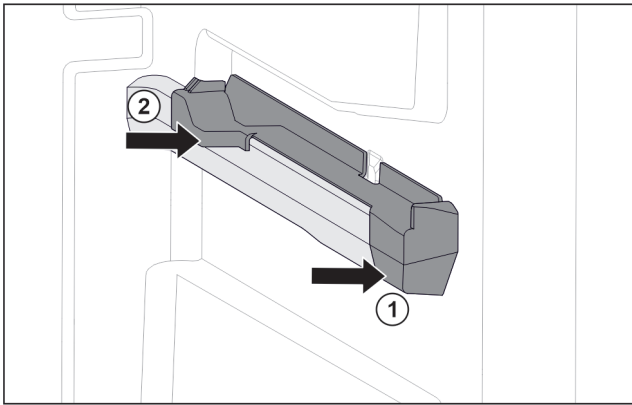

Fig. 74 Påsettsingsdel på høyre beholderribbe
- ▶ Sett på påsettsingsdel foran på beholderribben. Fig. 74 (1)
- ▶ Trykk på påsettsingsdel bak. Fig. 74 (2)